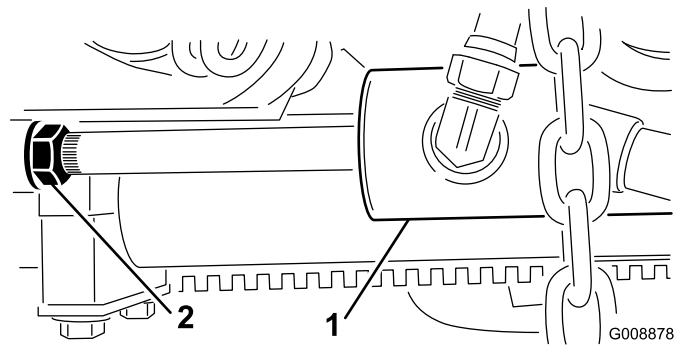

図 24
- B. シリンダについているジャムナットを戻す（図 24）。